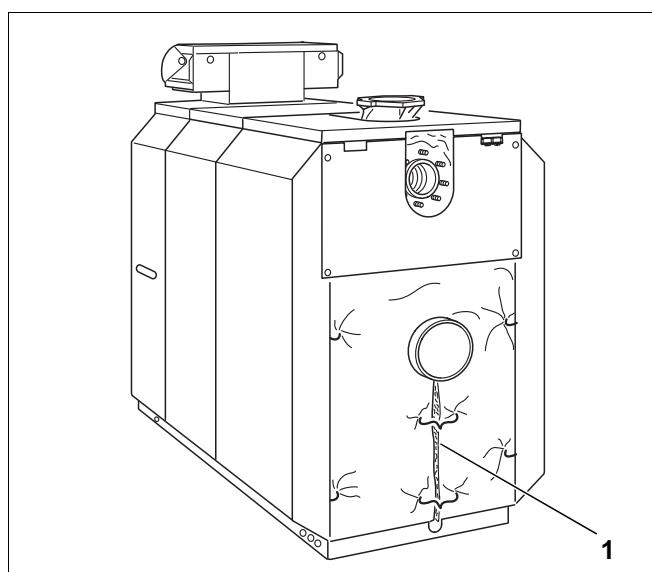

Рис. 59
- Отогнуть теплоизоляцию на задней секции и скрепить ее пружинами под штуцером дымовых газов (рис. 59, поз. 1).